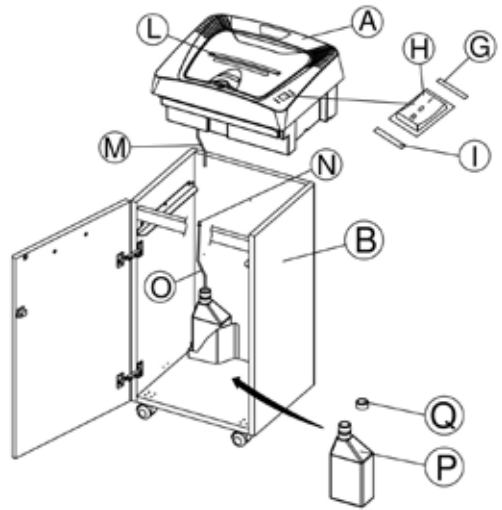

Fig.3
AUTOMATISK PAPIR MAKULERING (FIG.3)
Åbn låget til føderen som vist på FIG 3. Ilæg op til 300 ark A4 papir i føderen og kontrollér, at højden af stakken ikke overstiger MAX indikationen (A). Luk låget og makuleringsprocessen starter automatisk og stopper, når der ikke er flere ark i føderen.
Åbn føder-låget som vist på FIG 3.